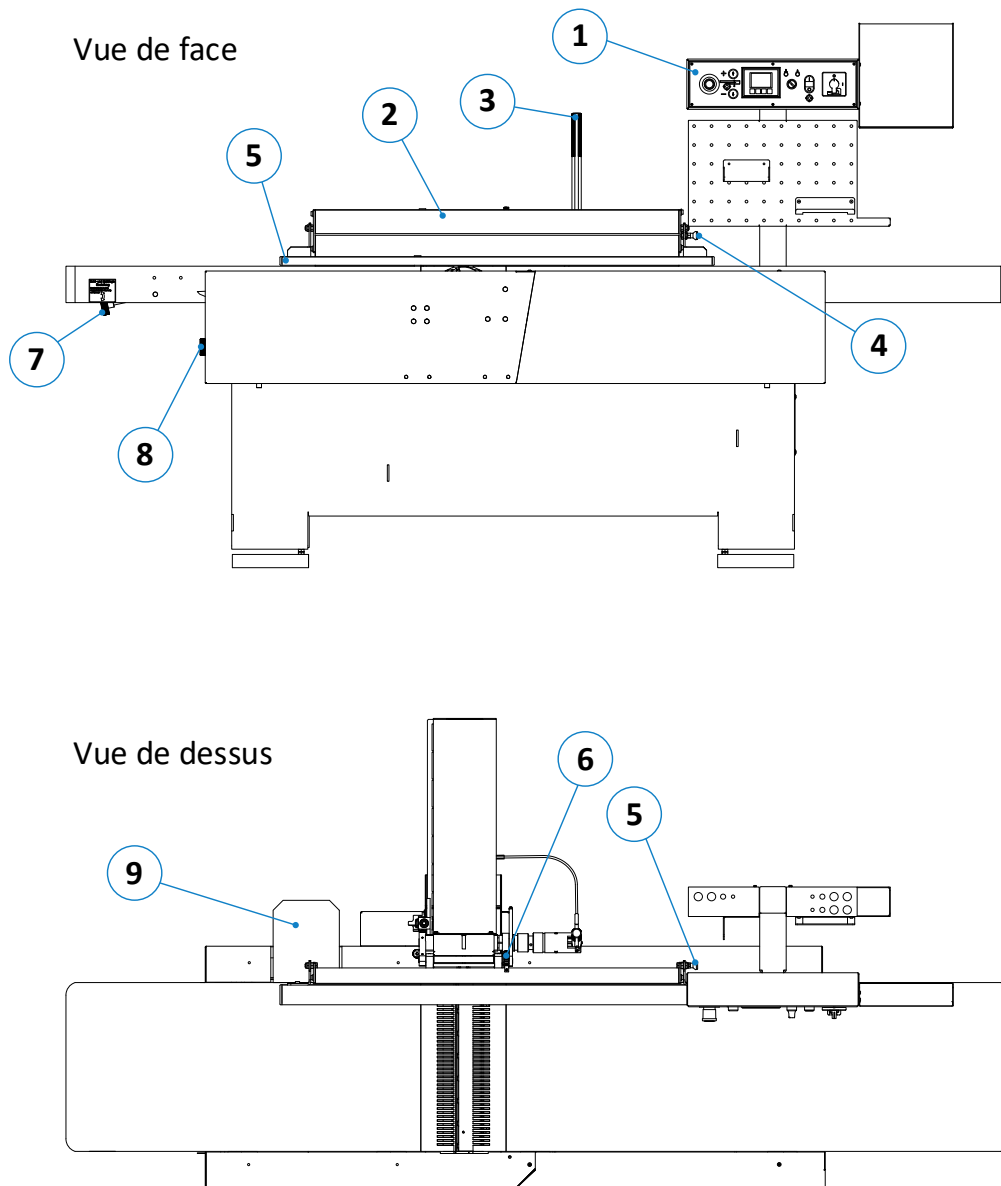

Figure 13 : composants et éléments de commande - machine
Les appareils supplémentaires tels que les appareils d'avance peuvent être montés sur la console (9) prévue à cet effet (voir également "Composants et éléments de commande" dans la ⇨ Figure 13 à la page suivante). Cette console est livrée en standard avec la machine.
Cette section présente une vue détaillée du panneau de commande (1) illustré sur ⇒Figure 13. Cette vue agrandie permet de mieux visualiser les éléments de commande respectifs.